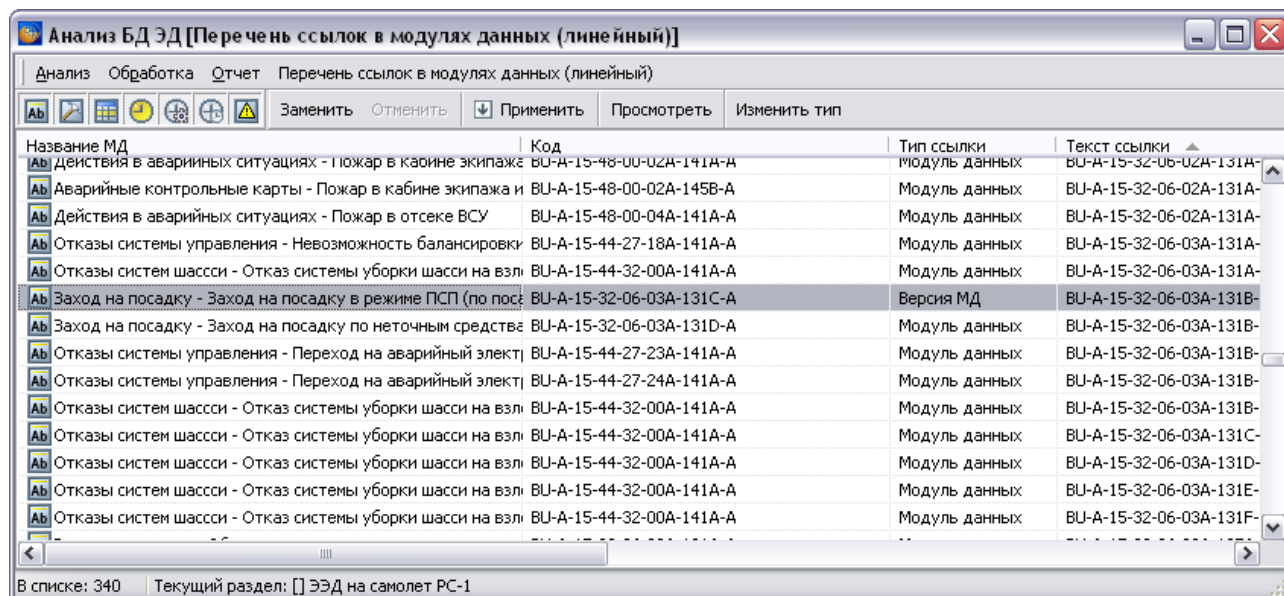

Рис. 21.102
4. Нажмите на кнопку **Применить**. После этого *система* проведет анализ и откроет окно с результатами анализа (Рис. 21.102).